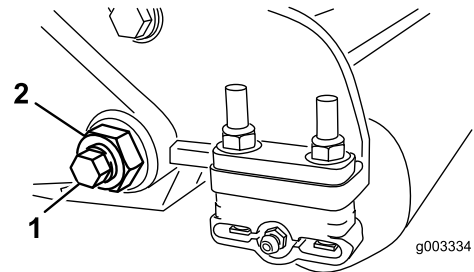
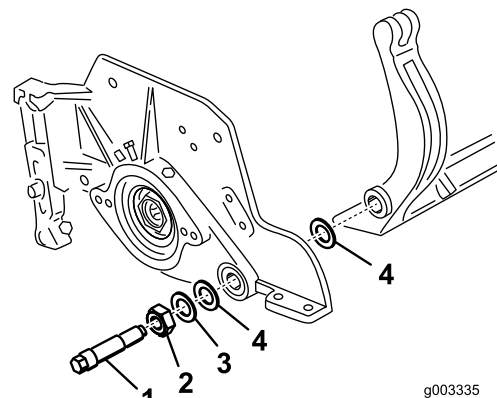

Bild 30
Bild 31
3. Lösen Sie an jeder Seite der Maschine die Sicherungsmutter, mit der die Schraube des Untermesserträgers befestigt ist (Bild 30).
4. Nehmen Sie jede Schraube des Untermesserträgers ab, damit der Untermesserträger nach unten gezogen und von der Maschinenschraube entfernt werden kann (Bild 30). Bewahren Sie die zwei Nylonscheiben und die Scheibe aus gestanzten Stahl an jedem Ende des Untermesserträgers auf (Bild 31).
4. Legen Sie eine Stahlscheibe außen auf jede Nylonscheibe (Bild 31).
Ziehen Sie die Schrauben des Untermesserträgers bis auf 27-36 N m an. Ziehen Sie die Sicherungsmuttern an, bis sich die Stahlscheibe außen nicht mehr dreht und kein Spiel am Ende vorhanden ist, ziehen Sie jedoch nicht zu stark an oder verbiegen Sie die Seitenplatten. Die Scheiben innen können einen Abstand aufweisen (Bild 31).